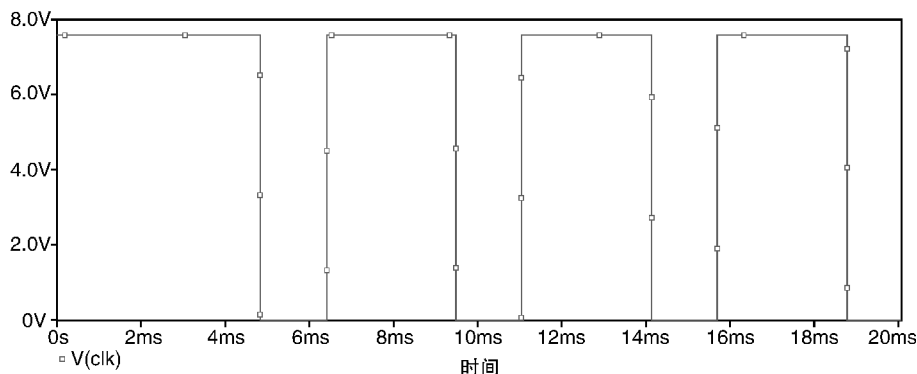

图 22.20 时钟电路输出波形
14. 时钟电路输出波形如图 22.20 所示, 时钟频率为 216Hz。